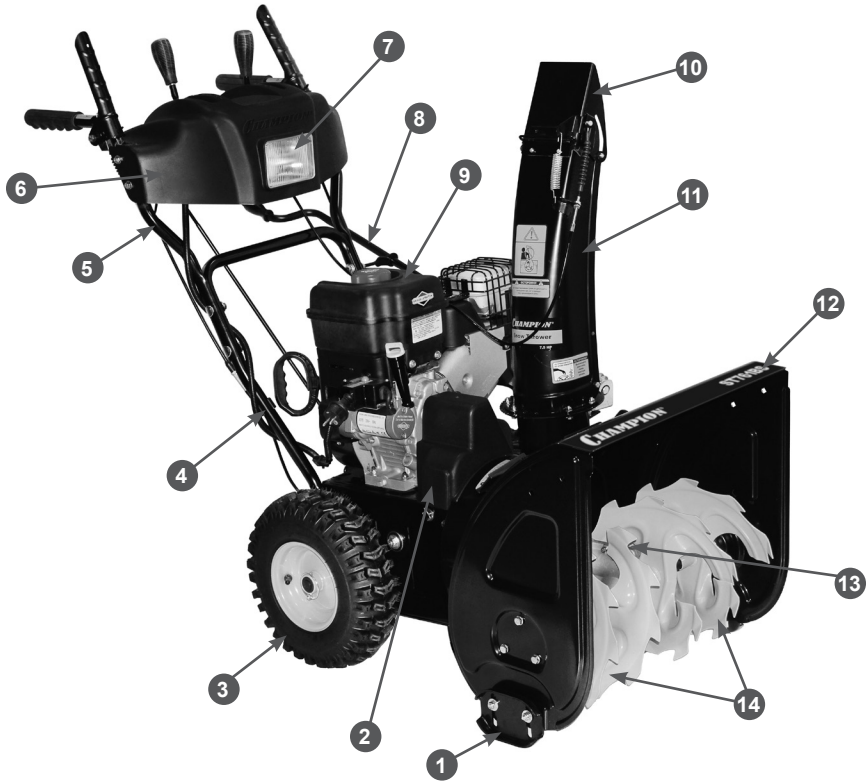

Рис. 1 Основные узлы и органы управления (общий вид)
Основные узлы и органы управления показаны на Рис. 1, 2, 3.
- открутите болты крепления и снимите кожух 2 защитный ремней (Рис. 1);